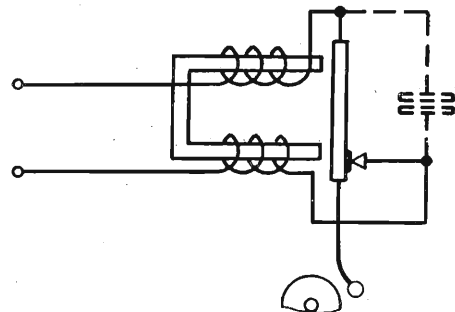

Fig. 2. - Montaggio simmetrico di una suoneria elettrica.
ad evitare l'interferenza, si potrebbe disporre i collegamenti interni della suoneria in opposizione, in modo cioè che venga creato un ostacolo alla corrente di A. F. verso la linea (fig. 2). Un'ultima analisi una schermatura completa della suoneria con gabbia metallica, messa poi a terra, unita alla schermatura dei conduttori di linea, in modo da impedire l'irradiazione da essi, può dare efficaci risultati (1).
Lo schema dell'apparecchio per la misura dell'esaurimento delle valvole in continua è disegnato in fig. 2.